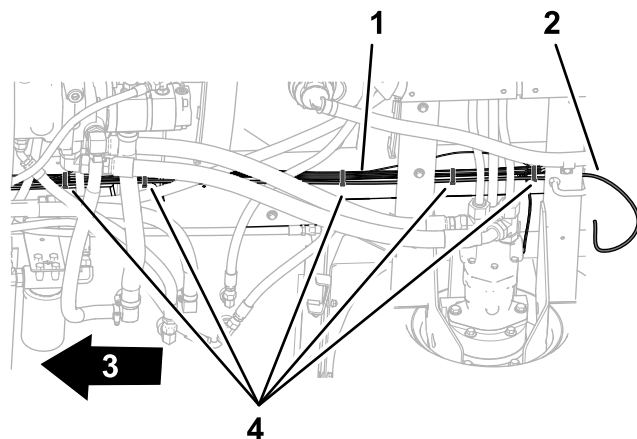

Bild 93
1. Verlegen Sie den Druckmessschlauch für das Messgerät am Armaturenbrett entlang des hinteren Kabelbaums (Bild 93).